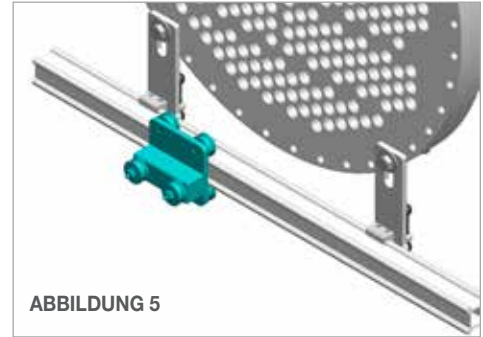

ABBILDUNG 5
5. Schieben Sie den **Tragrollenschlitten** auf die untere Schiene (ohne Schlitz). (**Abbildung 5**)